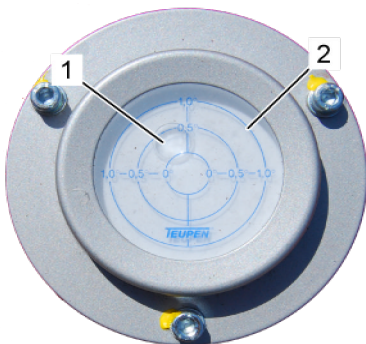

Fig. 88: Niveau
6. ➤ Mettre le châssis à l'horizontale en alignant les appuis au moyen du niveau (Voir la Fig. 88) (N° de réf. 4001/0280). La bulle (Voir la Fig. 88/1) du niveau doit se trouver dans le cercle 1° (Voir la Fig. 88/2).